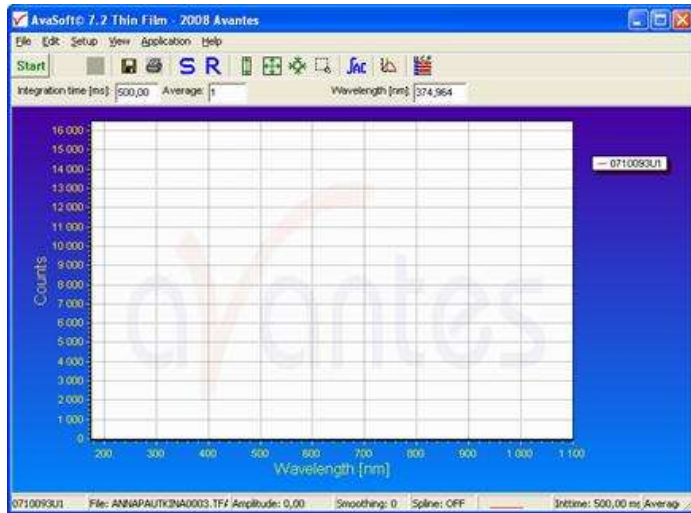

Рис. 1.4. Первый экран при работе с программой
6. При загрузке программы на рабочем столе появляется заставка с логотипом фирмы Avantes. После загрузки программы на мониторе появляется первый экран (рис. 1.4). Экран пуст, поскольку измерения пока не проведены.